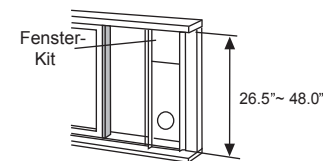

Abb. 14
3. Schneiden Sie die Schaumdichtung (selbstklebend) auf die passende Länge zu und kleben Sie sie auf den oberen Fensterflügel (Abb.14).